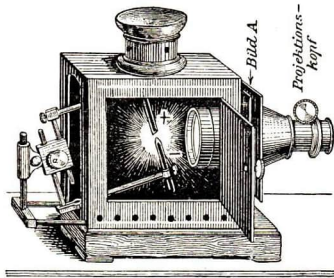

Abb. 340. Projektionsapparat mit Bogenlicht
b) Wegen des Abbrandes der Kohlen muß eine stetige **Regulierung** des Kohlenabstandes durch Handbetrieb (Abb. 340) oder durch geeignete selbsttätige Vorrichtungen stattfinden.